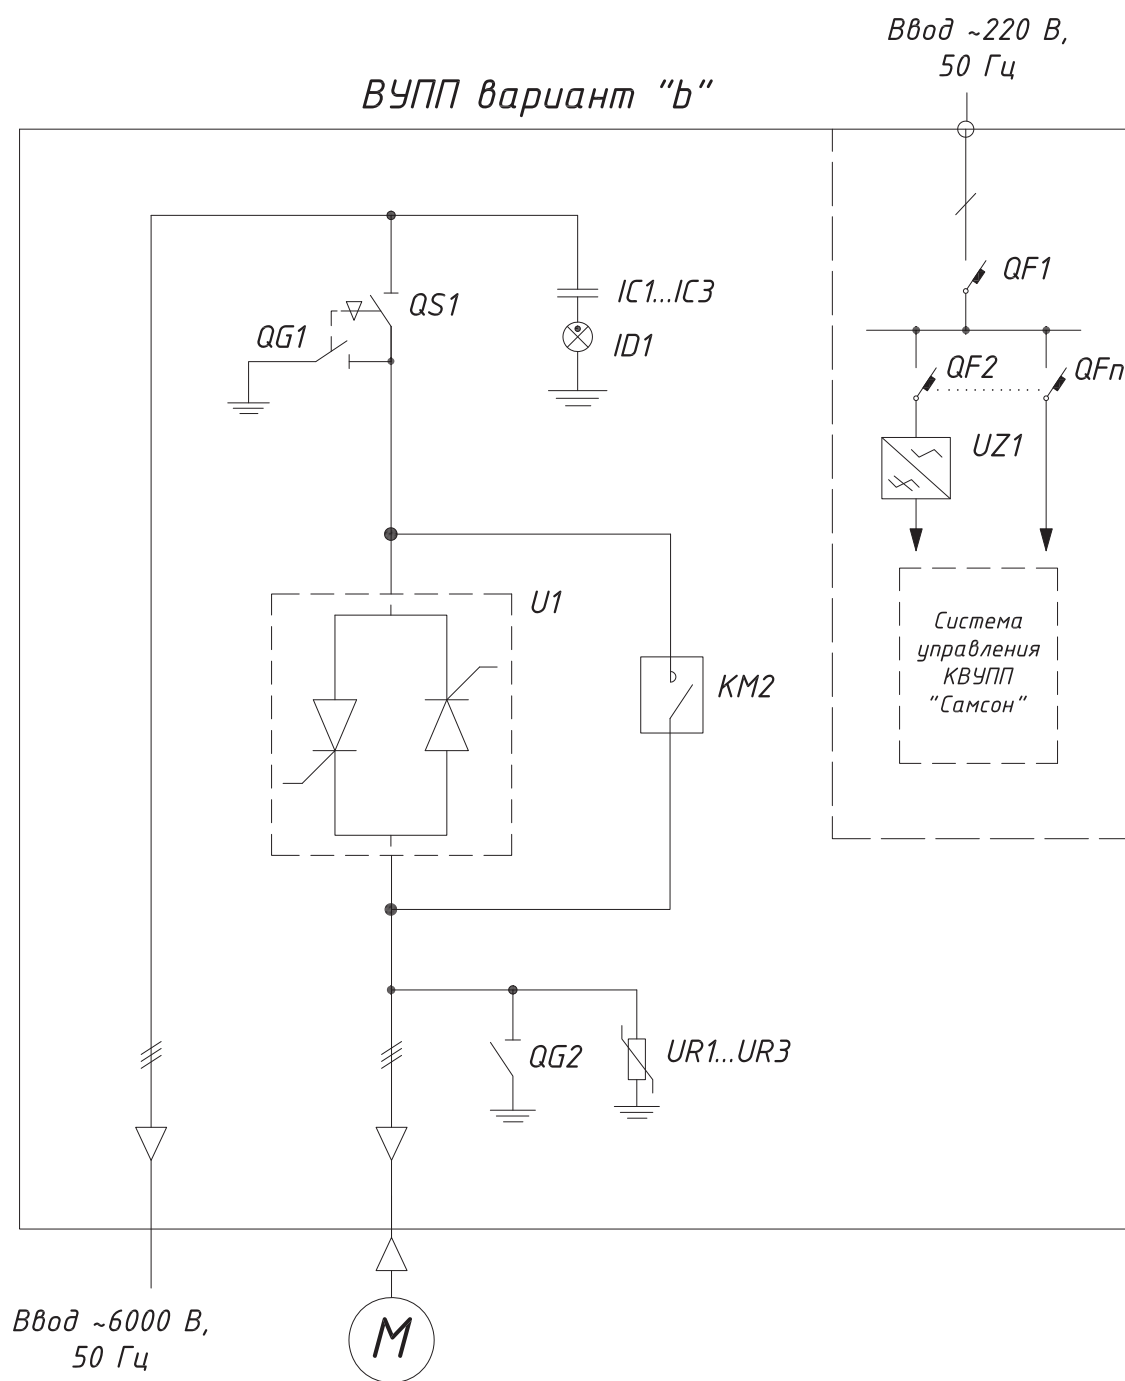

Рис.2 Однолинейная схема КВУПП «Самсон» в исполнении без линейного контактора
- б) без линейного контактора (Рис. 2).